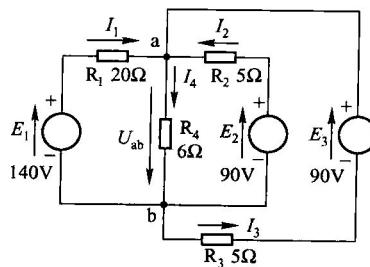

图 1-4 电路图
**【例 1-2】** 电路如图 1-4 所示, 求各支路电流  $I_1$ 、 $I_2$ 、 $I_3$ 、 $I_4$ 。